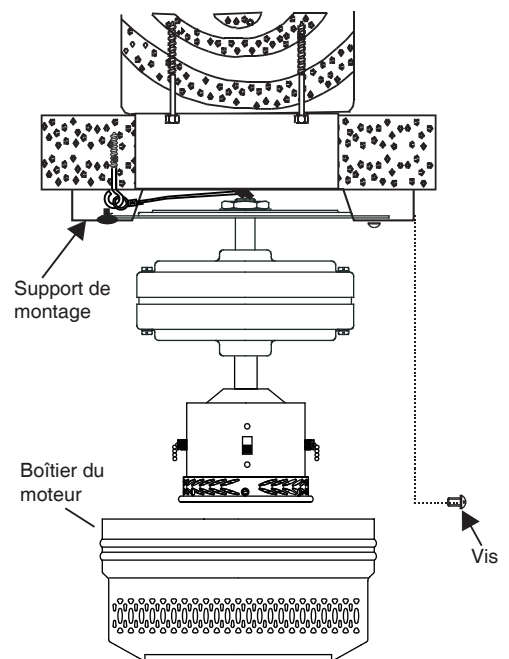

Fig. 8
3. Déposez délicatement le boîtier du moteur sur le support de montage, alignez correctement les trous et fixez le boîtier du moteur avec les 4 vis de boîtier de moteur fournies (voir Fig. 8).